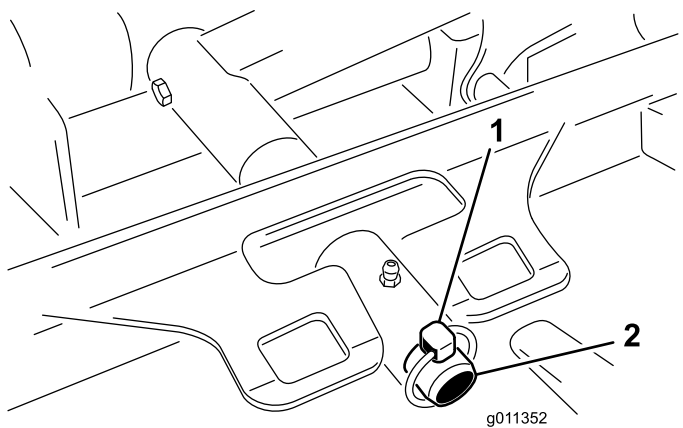

Figura 79
3. Retire el pasador de seguridad (para máquinas Groundsmaster 4500) o la tuerca de retención (para máquinas Groundsmaster 4700) que sujeta el bastidor de tiro de la unidad de corte a la barra de giro del brazo de elevación (Figura 79).
2. Deslice el bastidor de tiro de la unidad de corte sobre el pasador de giro del brazo de elevación (Figura 79). Sujete la unidad de corte al pasador con el pasador de seguridad (para máquinas Groundsmaster 4500) o la tuerca de retención (para máquinas Groundsmaster 4700).